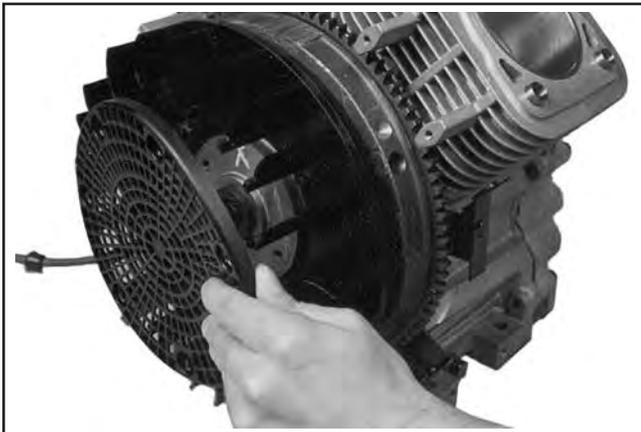

Abbildung 9-60. Abnahme des Kunststoff-Grasschutzes.
1. Bei Motoren mit Grasschutz aus Kunststoff sind in der Regel an drei der sieben Montagestreben kleine Metallhalterungen zur Befestigung des Kunststoffgrasschutzes angebracht. Ein Hakenwerkzeug neben der Strebe ansetzen und jede der kleinen Metallhalterungen herausdrücken. Anschließend das Lüfterrad von den Montagestreben abziehen. Siehe Abbildung 9-60.